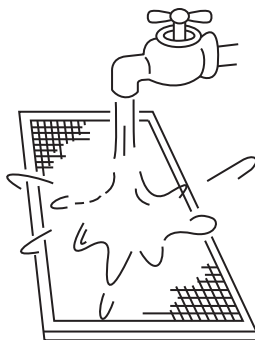

Abb. 9-4
- Beim Auswaschen muss die Lufteinlassseite nach unten zeigen. (siehe *Abb. 9-4*)